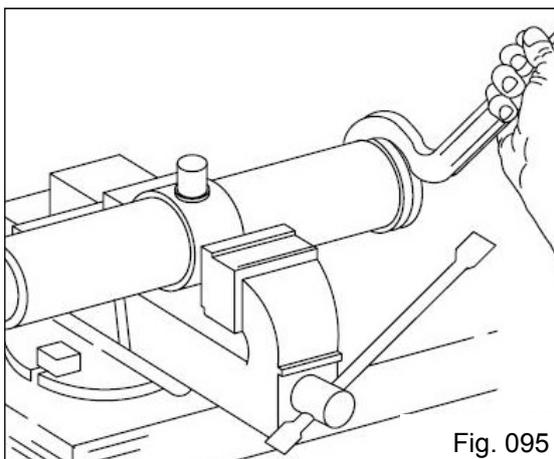

Fig. 095
- Fixe o cilindro em uma morsa (Fig. 095) e com uma chave especial, solte a porca do guia, retirando a haste com o êmbolo;